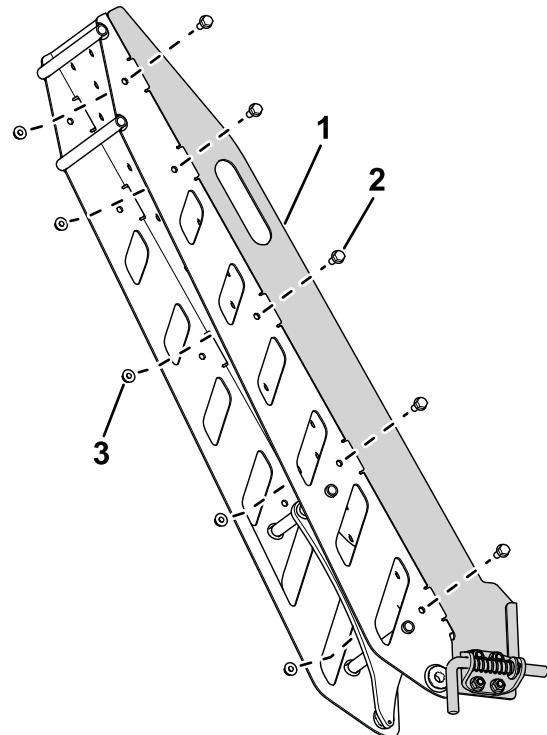

**Figure 9**
1. Avec 4 vis Torx et 4 écrous (5/16"), fixez le support de la goupille de verrouillage sur la plaque de guidage de la rampe (Figure 9).